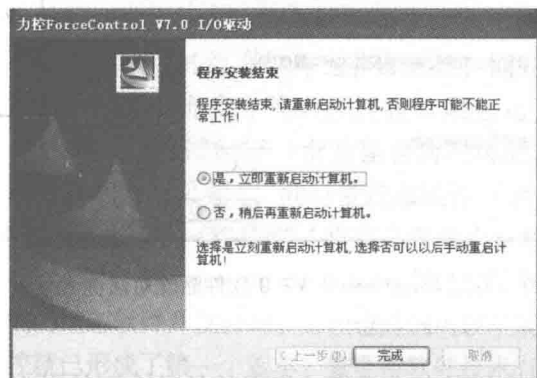

图 1-1-16 I/O 驱动程序安装完毕
5) 安装完毕弹出“安装结束”对话框,如图 1-1-16 所示。点选“是按钮,立即重新